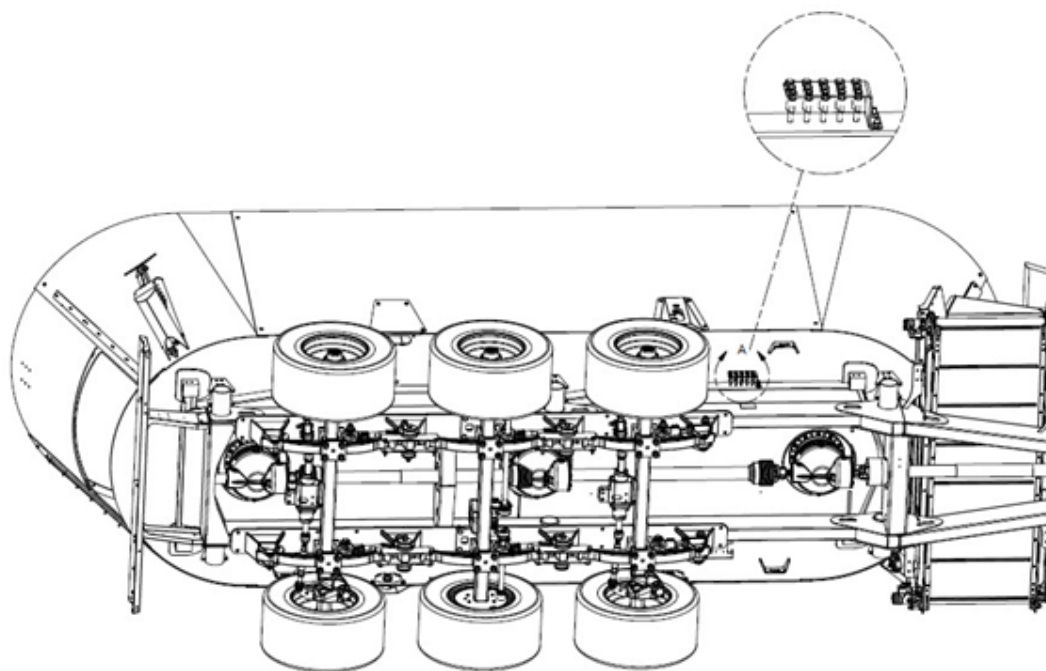

Figure 47 — Emplacement des limiteurs de couple à boulon de cisaillement sur les SMARTMIX à trois vis
Les SMARTMIX à trois vis possèdent trois sécurités par limiteur à boulon. Le premier limiteur est situé sur la transmission secondaire et permet de protéger les trois planétaires d'entraînement des vis de mélange (repère A, Figure 47). Le deuxième limiteur est situé après le premier boîtier d'entraînement de la vis du milieu (repère B, Figure 47). Le troisième limiteur est situé après le deuxième boîtier d'entraînement de la vis arrière (repère C, Figure 47).
En cas de rupture du boulon de cisaillement de la vis avant (repère A, Figure 47) :
2. Retirez le morceau de boulon du limiteur (repère A, Figure 47).
En cas de rupture du boulon de cisaillement de la vis du milieu (repère B, Figure 47) :
2. Retirez le morceau de boulon du limiteur (repère B, Figure 47).
En cas de rupture du boulon de sécurité de la vis arrière (repère C, Figure 47) :
2. Retirez le morceau de boulon du limiteur (repère C, Figure 47).